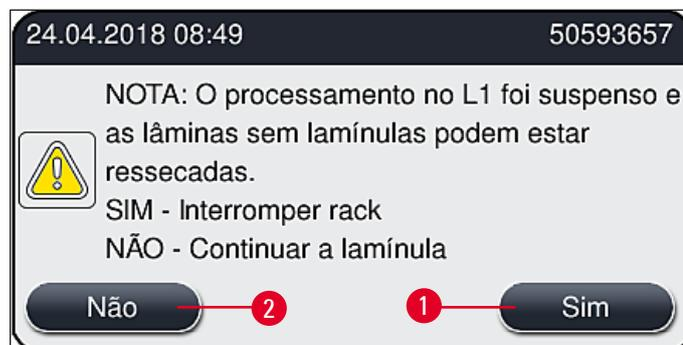

Fig. 111
9. O software do aparelho realiza uma verificação do nível de preenchimento. O usuário recebe uma mensagem de informações quando a verificação é concluída (→ Fig. 111).